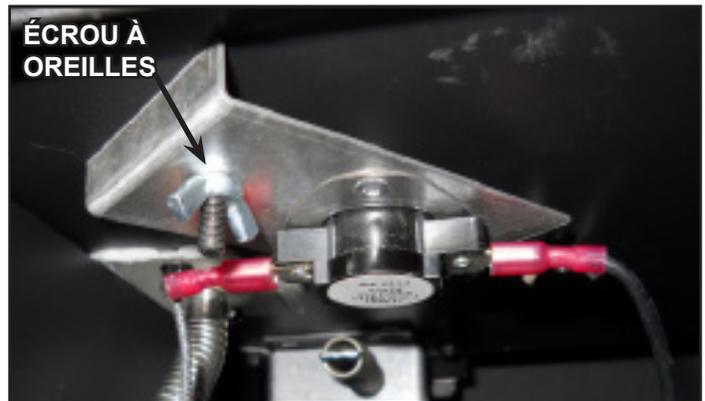

Figure 8.5 Interrupteur à capteur de température installé
3. Glissez le contacteur de détection de température/support de montage sur une vis de 10-32 po située à gauche sur la face inférieure de l'appareil. Attachez le support de montage avec l'écrou à oreilles fourni. Voir la Figure 8.5.